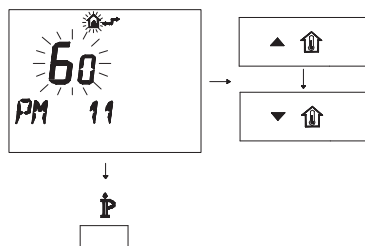

Figura 5.39
- Per modificare il SET programmato agire sui pulsanti o e aspettare che il numero programmato cominci a lampeggiare (Figura 5.39). Ogni passo incrementato o decrementato corrisponde a 1 secondi.